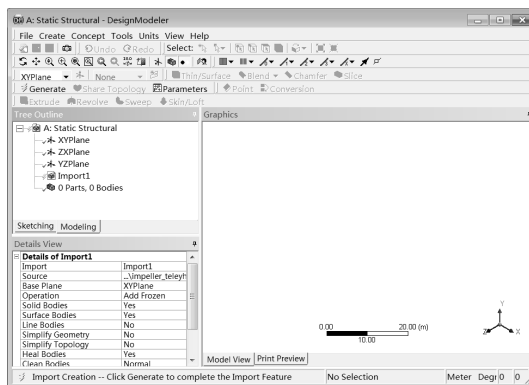

图 5-91 生成前的 DesignModeler 界面
Step3 : 双击项目 A 中的 A3 Geometry 栏, 此时会进入到 DesignModeler 界面, 此时设计树中 Import1 前显示 , 表示需要生成, 图形窗口中没有图形显示, 如图 5-91 所示。